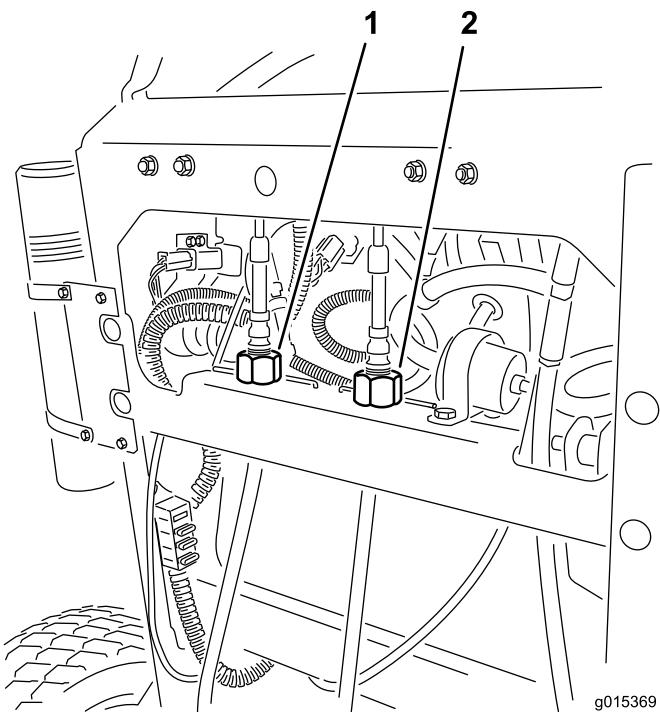

Figura 20
3. Rode o ajuste do cabo esquerdo para colocar o alinhamento da alavanca de controlo de movimento esquerda igual à alavanca de controlo de movimento direita. Isto fornecerá uma velocidade igual da roda esquerda e da velocidade da roda direita (Figura 20).